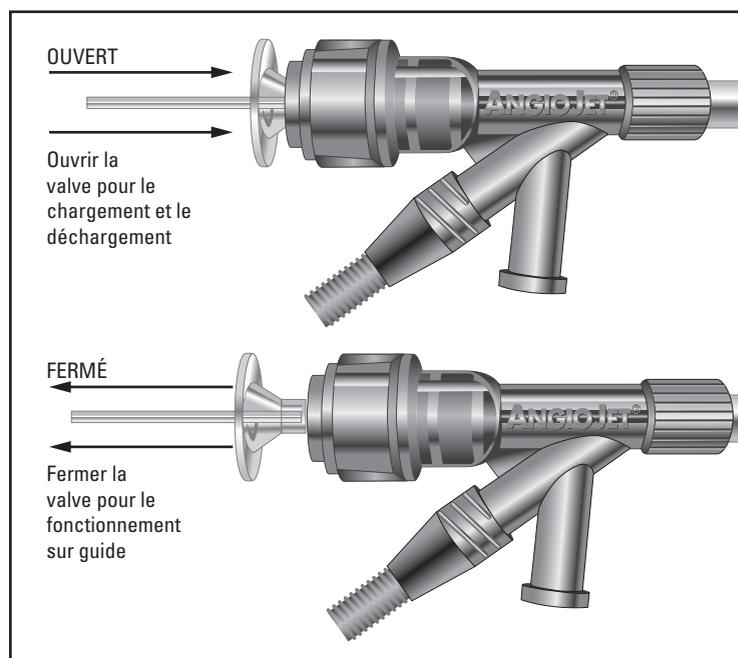

Figure 2. Fonctionnement de l'embase Tru-Seal™
3. Avant de charger, ouvrir la valve hémostatique en appuyant sur l'introducteur de l'embase du cathéter (Figure 2).
5. Fermer la valve hémostatique en agrippant l'introducteur et en le tirant vers l'arrière ; un clic se fait entendre (Figure 2). Aucun ajustement de la valve hémostatique n'est nécessaire en cas de fuite ; vérifier que l'introducteur est totalement en position fermée (Figure 2).